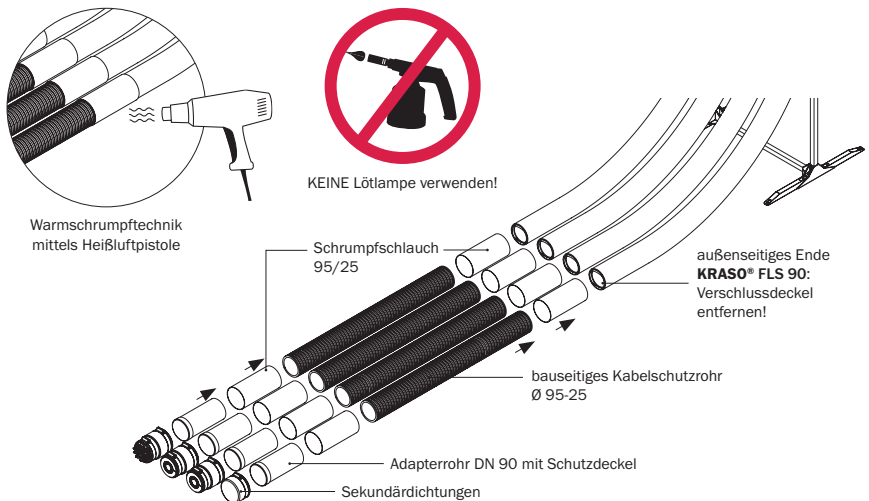

Abbildung 11.1: Montage Verlängerungsset
11. Montage Verlängerungsset (s. Abbildung 11.1)